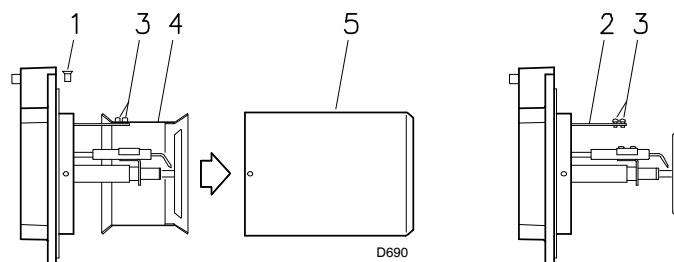

Fig. 12
- Svitare le viti 1)(Fig. 12) e smontare il bocchaglio 5).